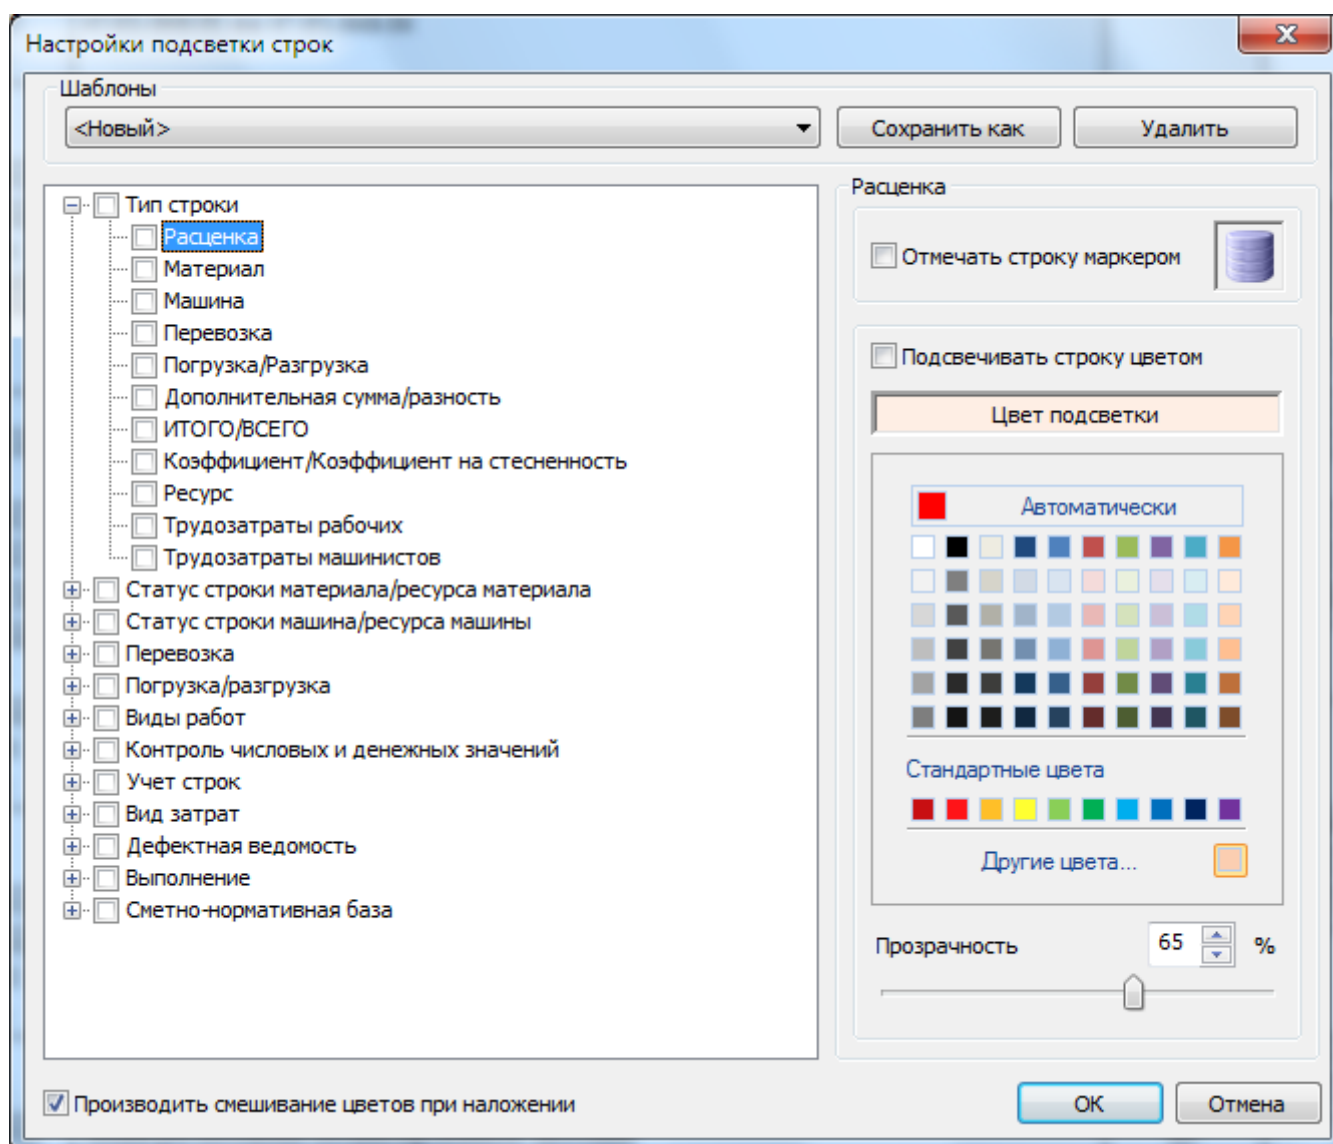

Рис. 6.15 Диалоговое окно Настройки подсветки строк
2. В открывшемся диалоговом окне *Настройки подсветки строк* (рис. 6.15) нажать на кнопку **Сохранить как** и задать имя шаблона.